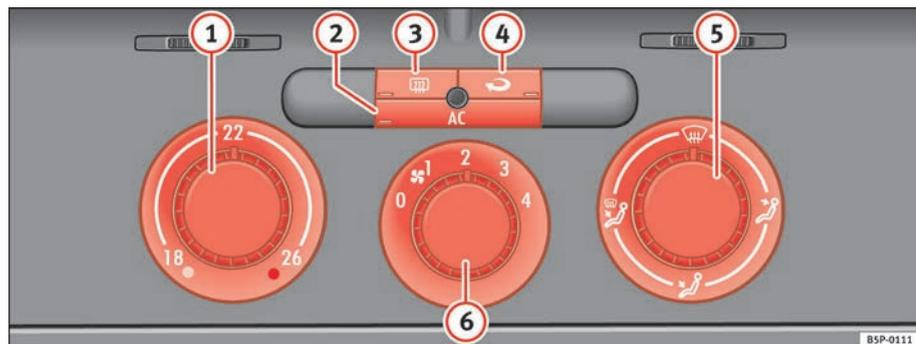

Fig. 127 Sur le tableau de bord : éléments de commande du Climatic
– Les régulateurs ⇒ fig. 127 ① et ⑤ et la commande ⑥ permettent de régler la température, la distribution de l'air et la vitesse de la turbine.
– Appuyez sur l'une des touches ②, ③ ou ④ pour activer ou désactiver la fonction correspondante. Quand la fonction est active, le rectangle situé sur le coin inférieur de la touche s'allume.
① Régulateur de température ⇒ page 161
② Touche **AC** – Allumer éteindre le système de réfrigération ⇒ page 161
③ Touche – Dégivrage glace AR Environ 20 minutes après son activation, le dégivrage s'arrête automatiquement. Vous pouvez la désactiver plus tôt en appuyant sur la touche
④ Touche – Recyclage de l'air ⇒ page 163
⑤ Régulateur de répartition de l'air ⇒ page 161
⑥ Commande de soufflante. Le débit d'air peut être réglé sur quatre vitesses. Lorsque le véhicule roule lentement, laissez toujours tourner la soufflante à petite vitesse. ▶
⇒ page 160, fig. 127 .